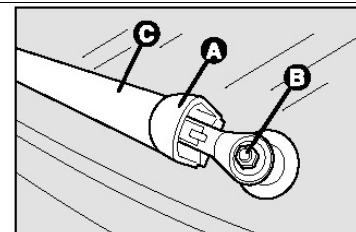

рис.2
- Приподнять крышку **A** – **рис.2**, развинтить гайку **B** и извлечь рычаг **C**;